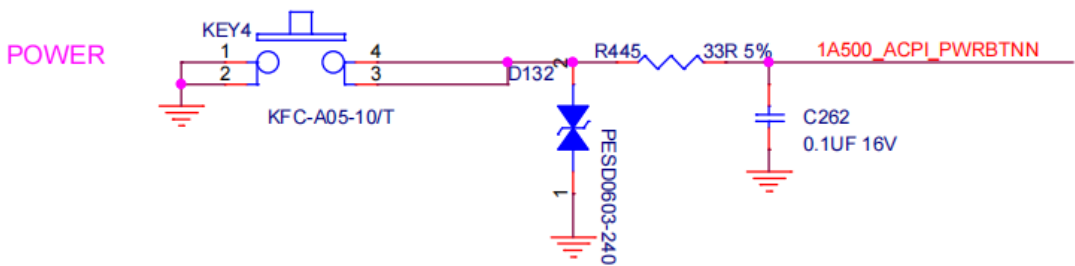

图 2-13 上电按钮原理图
(4) 上电按钮：控制系统上电，即开机操作。其原理图如图 2-13：